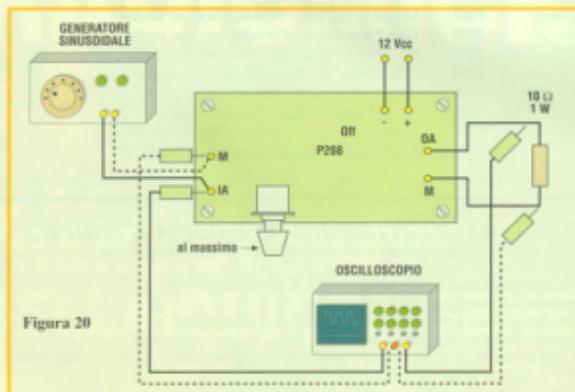

Figura 20
- 1) collegare il circuito come in **Figura 20**;